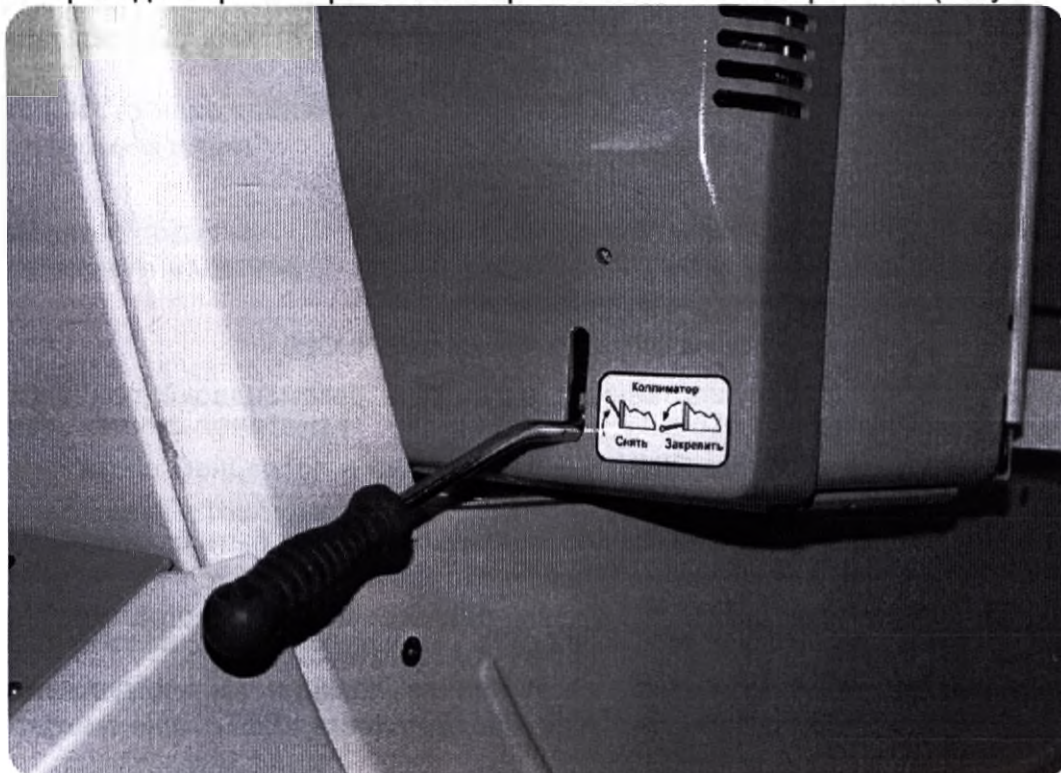

Рисунок 8-20 — Фиксатор коллиматора в положение «Закрепить».
6. Переведите фиксатор коллиматора в положение «Закрепить» (Рисунок 8-20).